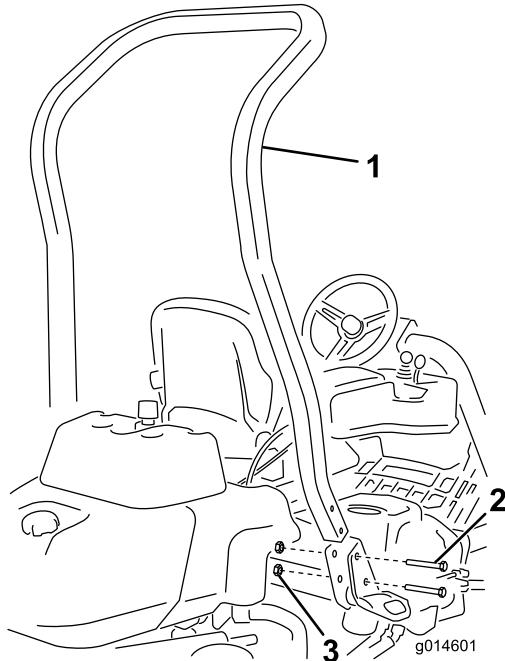

Figura 3
3. Fissate il roll bar negli incastri su ogni lato della macchina con 4 bulloni ($\frac{1}{2} \times 3\frac{3}{4}$ ') e 4 dadi flangiati ($\frac{1}{2}$ ') (Figura 3)..